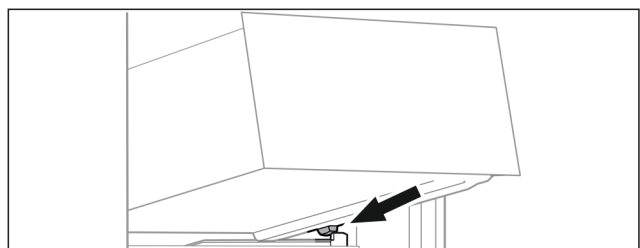

Fig. 62
- ▶ Coloque el cajón inclinado detrás de los topes sobre la nervadura para recipientes. (consulte Fig. 62)